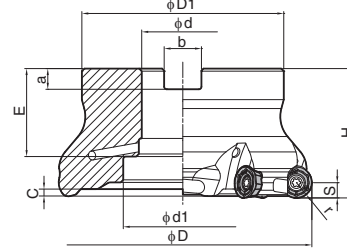

Abb. 2
- Abb. 2 Schraubenschlüssel für MRW-12 (gerader Griff)